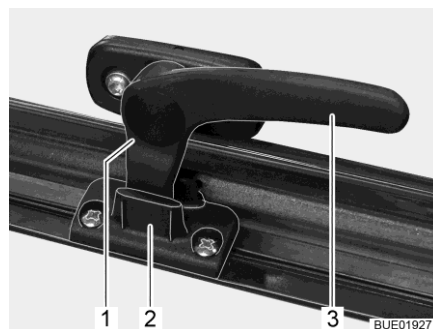

Fig. 23 Palanca de bloqueo en la posición de "ventilación continua"
- En la posición "ventilación continua" (Fig. 23)
- Girar la palanca de bloqueo (Fig. 23,3) un cuarto de vuelta hacia la mitad de la ventana.
- Girar la palanca de bloqueo un cuarto de vuelta hacia el marco de la ventana. El saliente de bloqueo (Fig. 23,1) se ha de introducir para ello en el rebaje del bloqueo de la ventana (Fig. 23,2).